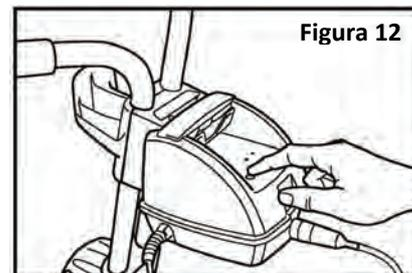

Figura 12
- Pulse el botón . **Figura 12**